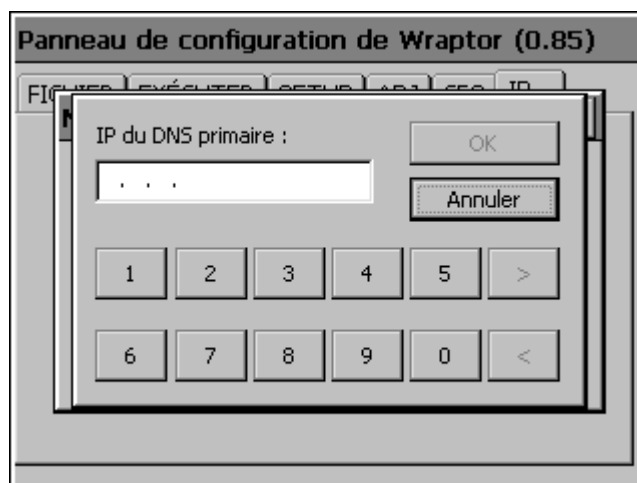

Figure 25. Clavier de saisie du numéro IP
- Appuyez sur le bouton **Entrer** pour accéder au clavier (*Figure 25*).